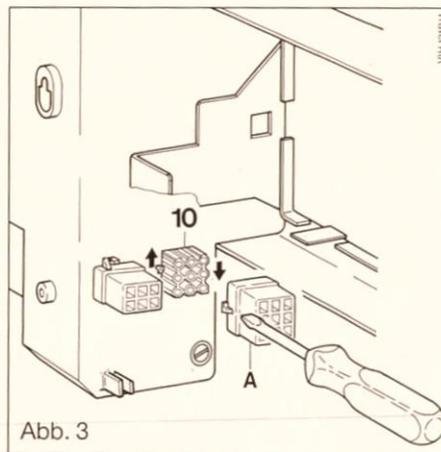

Abb. 3
(Anschluß an Kessel mit Anschlußstecker siehe Abb. 3)
Am Kessel die obere Abdeckplatte abnehmen. Blindstecker (A) mit geeignetem Werkzeug entfernen. (Abb. 3).
Das siebenadrige Kabel mit neunpoligem Stecker vom VIH zum Kessel führen und mit dem vorhandenen neunpoligen Stecker (10) verbinden. (Abb. 3).